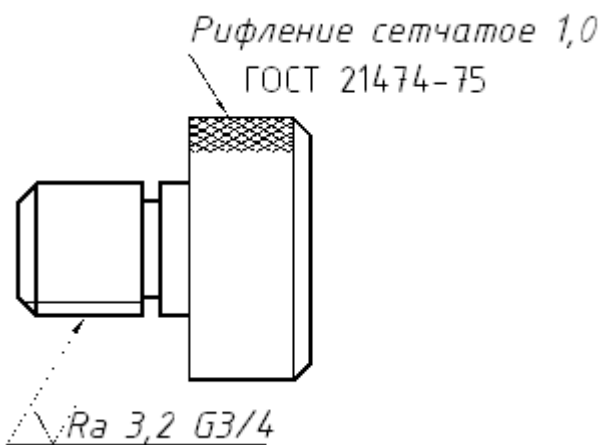

Рис.1. Надписи на чертежах
4. Отклонения формы и взаимного расположения поверхностей детали. Надписи, относящиеся к отдельным элементам детали, наносят на полках линий-выносок, проводимых от элементов или поверхностей, к которым относятся надписи (рис. 1).